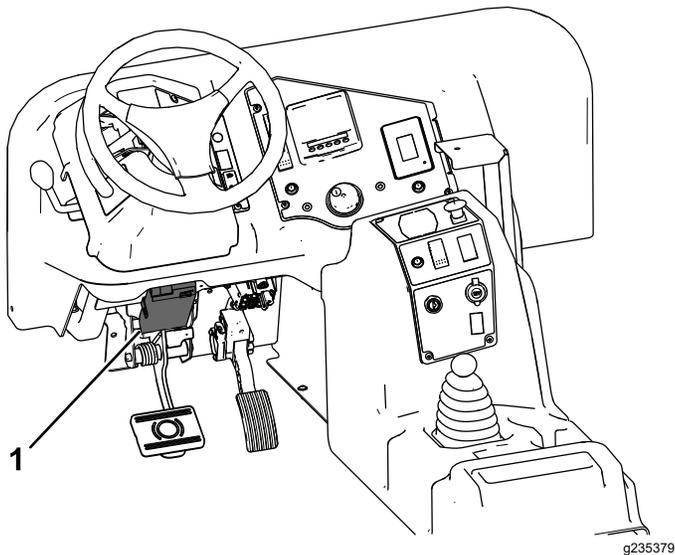

Рисунок 8
1. Установите переключатель тормоза (Рисунок 8) на нижнюю левую часть приборной панели с помощью 2 болтов (№ 10 x 7/8 дюйма) и гаек (№ 10).